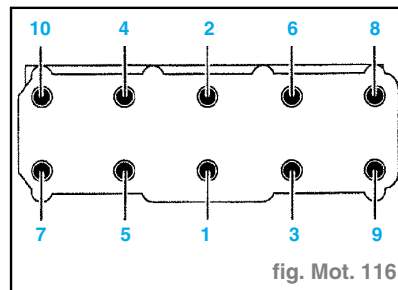

fig. Mot. 116
- Serrer la culasse en quatre passes dans l'ordre indiqué, en procédant comme suit (fig. Mot. 116) :